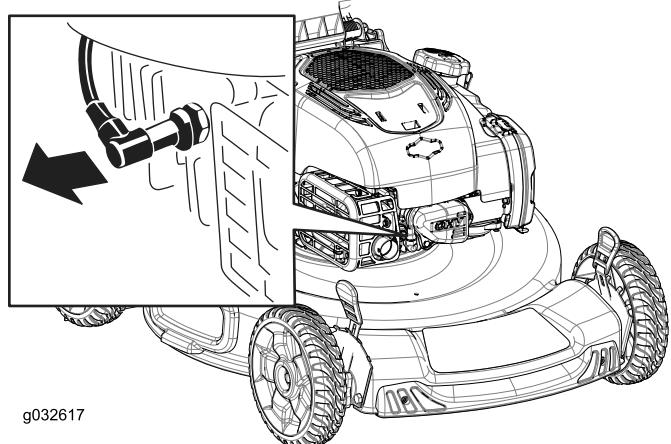

Figura 31
- Desconecte el cable de la bujía (Figura 31).